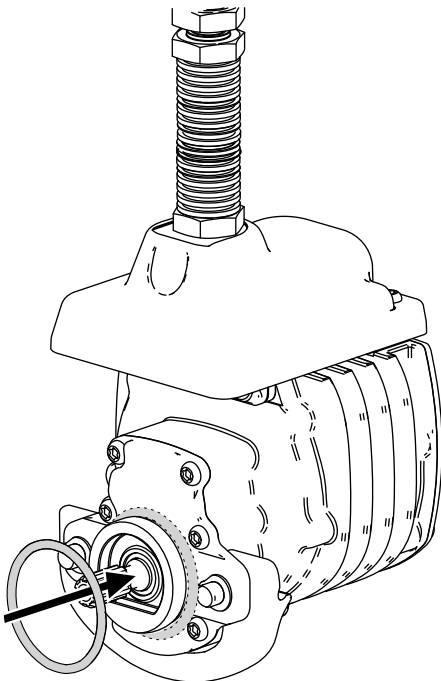

Figura 10
3. Instale una junta tórica en cada motor del molinete, tal y como se muestra en la Figura 10.